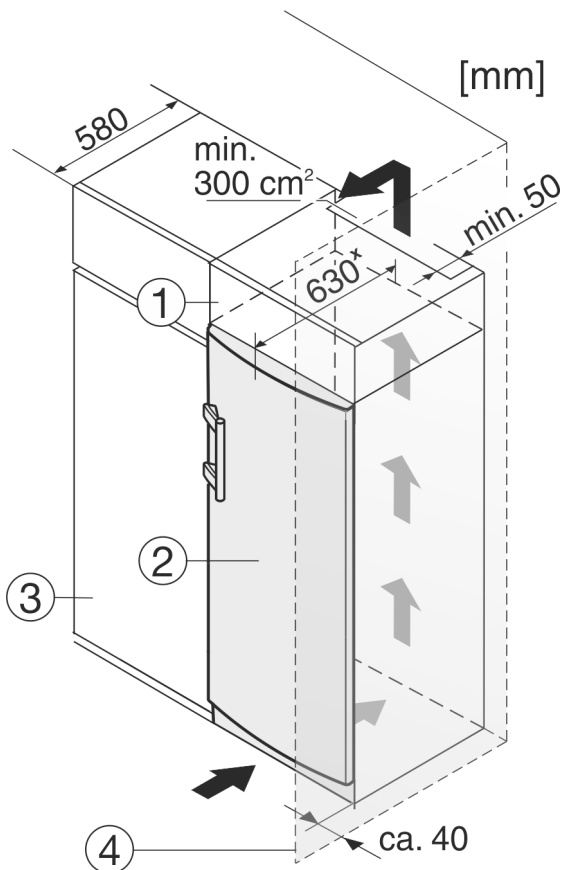

Fig. 10
L'appareil peut être intégré dans des meubles de cuisine. Pour adapter l'appareil Fig. 10 (2) à la hauteur du coin cuisine, une rehausse Fig. 10 (1) peut être posée sur l'appareil.
Lors de la transformation avec des placards de cuisine (profondeur max. 580 mm), le réfrigérateur peut être placé directement à côté du placard de cuisine Fig. 10 (3). Le réfrigérateur dépasse sur les côtés de 34 mm \* et au centre du réfrigérateur de 50 mm \* par rapport à la façade du placard.
Si le réfrigérateur est installé avec les charnières près d'une paroi Fig. 10 (4), la distance entre le réfrigérateur et la paroi doit être d'au moins 40 mm. Cela correspond au dépassement de la poignée lorsque la porte est ouverte.